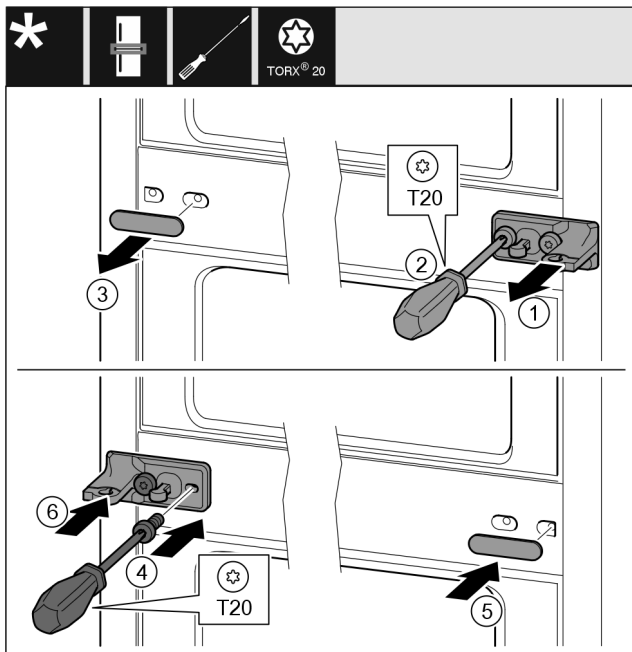

Fig. 13
- ▶ Scheibe Fig. 13 (1) abziehen.
- ▶ Schrauben Fig. 13 (2) mit Schraubendreher herausdrehen.
- ▶ Abdeckung Fig. 13 (3) vorsichtig abziehen.
- ▶ Lagerbock mit Folie Fig. 13 (4) um 180° gedreht auf der anderen Seite fest anschrauben.
- ▶ Abdeckung Fig. 13 (5) um 180° gedreht auf der anderen Seite anbringen.
- ▶ Scheibe Fig. 13 (6) von vorn aufschieben.